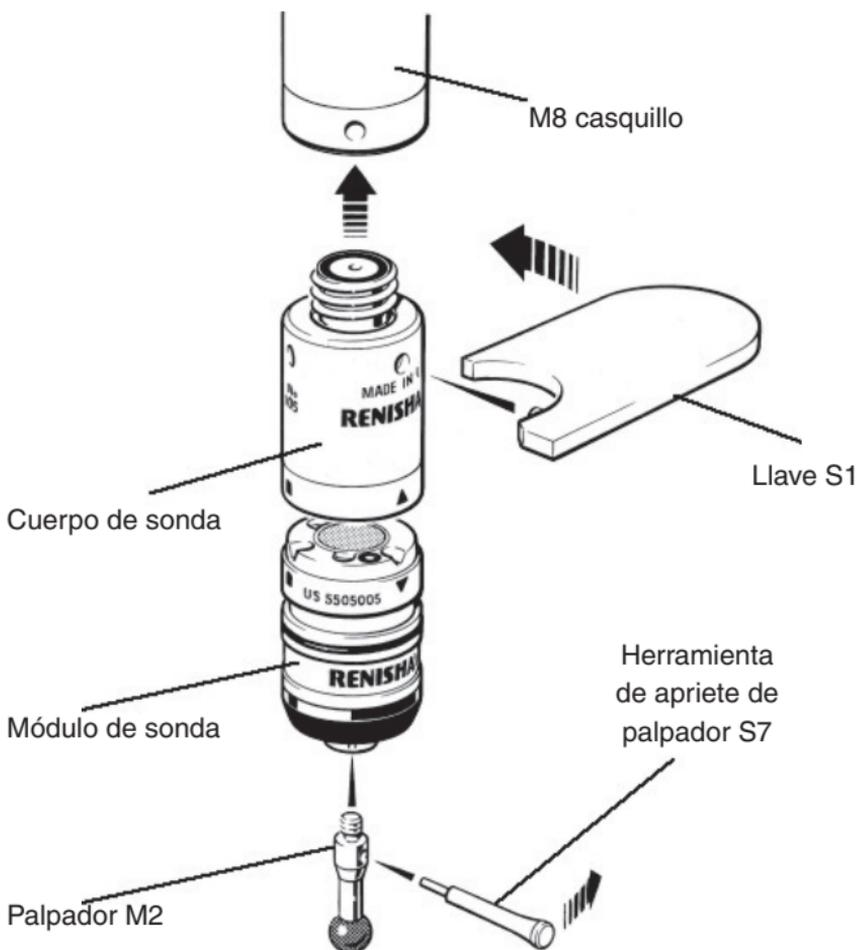

Figura 5 - Cómo instalar la sonda TP20 en un cabezal de sonda
Para instalar la sonda TP20 en un cabezal de sonda, siga el siguiente procedimiento (véase la Figura 5):
2. Coloque la llave S1 (incluida) en el cuerpo de la sonda, como se muestra en la Figura 5.
Para instalar un palpador en el módulo de sonda, siga el siguiente procedimiento (véase la Figura 5):